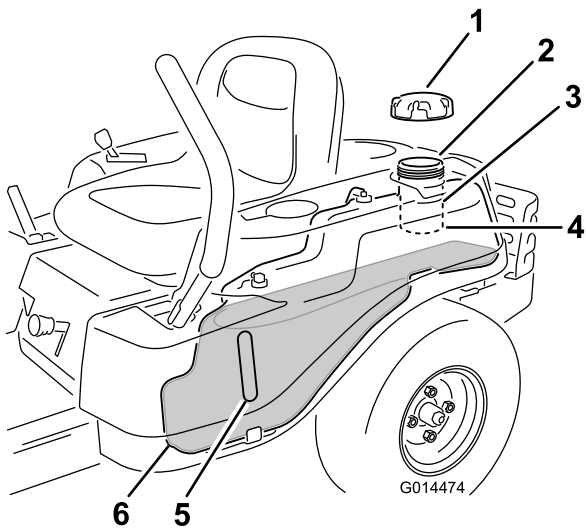

Figure 7
Remarque: Vous pouvez utiliser le regard pour vérifier la présence d'essence avant de faire le plein (Figure 7).
2. Versez **lentement** de l'essence jusqu'à ce que le niveau atteigne la base du goulot de remplissage (Figure 7).